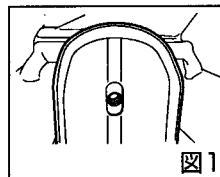

図1
1. ドロヨケ本体の前側にある長穴の中央にチェーンステーブリッチ(下ブリッチ)の取り付けネジ穴が来るように合わせ、ネジを締めてください。(図1)